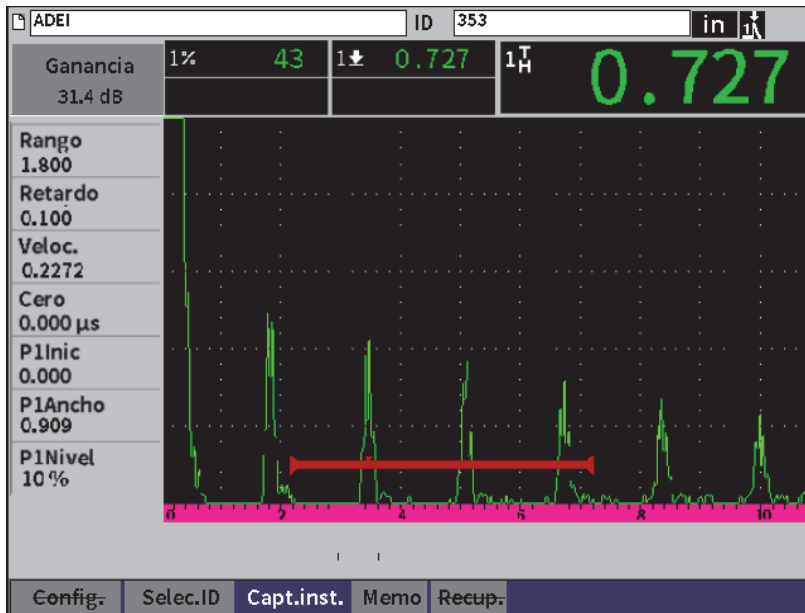

Figura 9-9 A-scan y datos de archivo almacenados
1. En la página de datos A-scan proyectada, gire la rueda de ajuste para resaltar el botón **Capt.inst.** (vea la Figura 9-9 en la página 136).